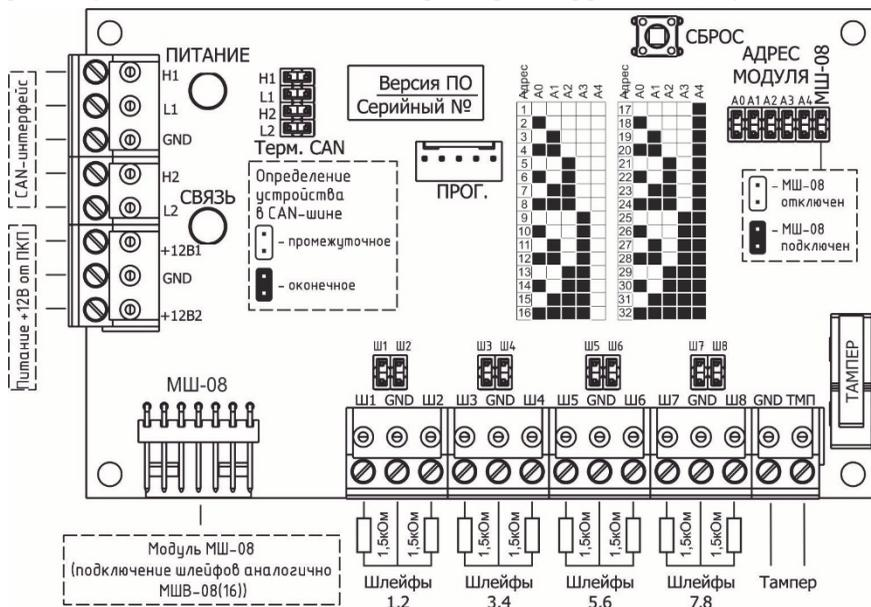

Рисунок 1 - Внешний вид платы МШВ-08(16) и схема подключений
Плата МШВ-08(16) (см. Рисунок 1) установлена внутри корпуса модуля и предназначена для реализации основных функциональных возможностей модуля.
- разъём системного программирования микроконтроллера (Рисунок 1 и Таблица 2);
- разъём (клеммная колодка) подключения внешнего тампера (Рисунок 1 и Таблица 2);
- разъёмы (клеммные колодки) для подключения 8-и ШС (Рисунок 1 и Таблица 2);
- разъём подключения расширительного модуля МШ-08 (Рисунок 1 и Таблица 2);
- разъём для подключения источника питания 12 В (первого и второго каналов питания) - (Рисунок 1 и Таблица 2);
- два разъёма для подключения линий интерфейса CAN (первого и второго каналов) - (Рисунок 1 и Таблица 2);
- перемычки установки CAN-адреса (установка адреса) и номеров шлейфов модуля - (Рисунок 1, Таблицы 3, 4);
- перемычки установки подключения оконечных резисторов интерфейса CAN (Рисунок 1 и Таблица 3);
- кнопка переинициализации модуля «СБРОС» (Рисунок 1);
- детектор вскрытия корпуса «Тампер» (Рисунок 1).
Все входные и выходные цепи подключаются к модулю в соответствии со схемой подключения (Рисунок 1) с помощью клеммных колодок, расположенных на плате МШВ-08(16).